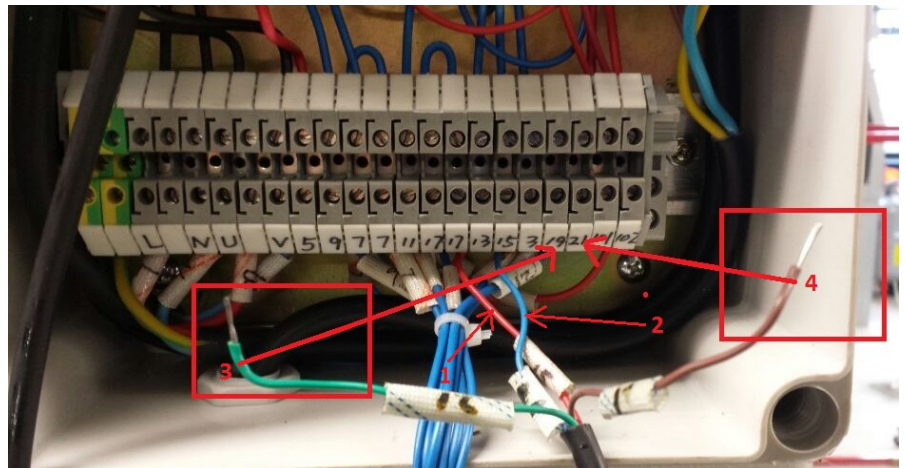

Abb.10
3. Verbinden Sie das Blaue Kabel (2, Abb.10) mit Position 15, das Rote Kabel (1, Abb.10) mit Position 17, das Grüne Kabel (3, Abb.10) mit Position 19 und das Braune Kabel (4, Abb.10) mit Position 21. Diese Kabel sind zur Bedienung des unteren Endschalters.